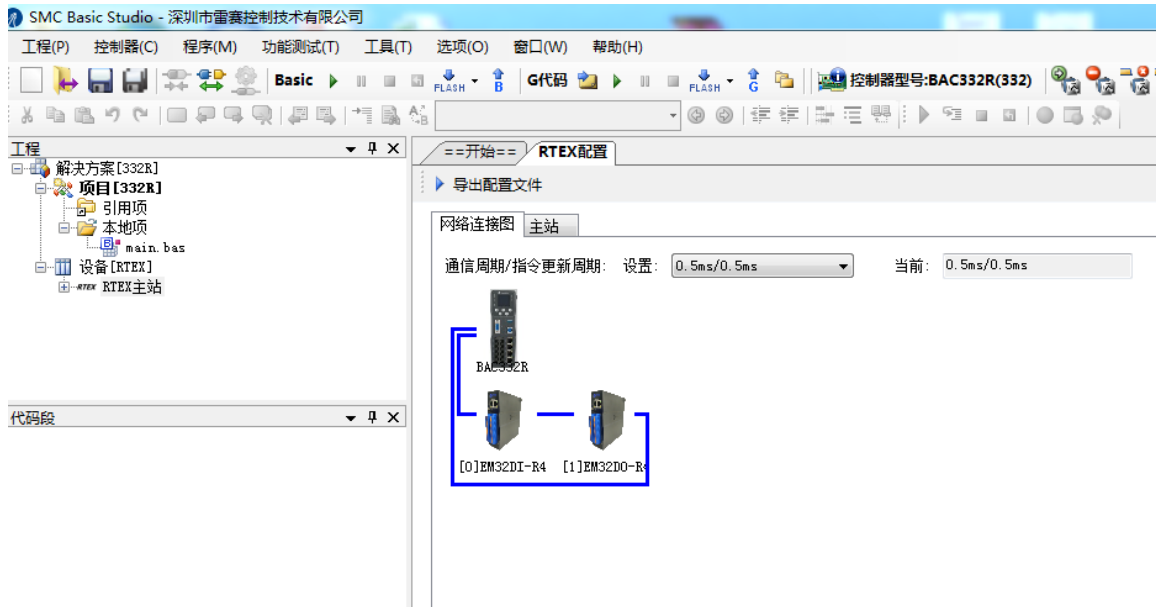

图 4.5 下载配置文件完成
3) 扫描成功后，直接下载编译器默认配置文件。下载完成后如图 4.5 所示：